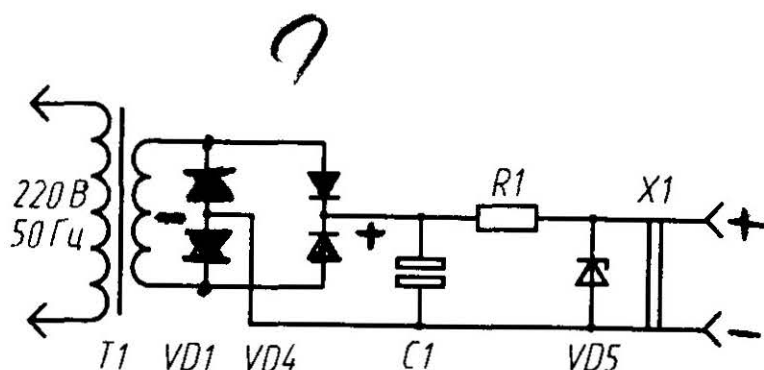

Рис. 18. Схема усовершенствованного отечественного трансформаторного блока питания со стабилизатором Д 2–11
2. Трансформаторный блок питания со стабилизатором на одном стабилитроне (рис. 18).